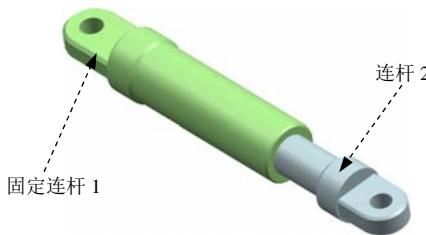

图 4.3.1 机构模型
**说明：**在图 4.3.1 所示的机构中，已经创建了一组仿真文件并定义了固定连杆 1 和连杆 2。
(1) 选择命令。选择下拉菜单  →  命令，系统弹出“运动副”对话框。
(2) 定义运动副类型。在“运动副”对话框  选项卡的  下拉列表中选择  选项。
(3) 定义参考连杆。选取图 4.3.1 所示的连杆 2 为参考连杆。